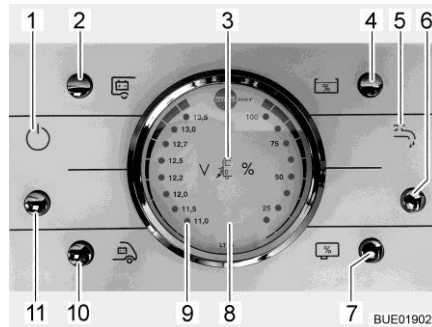

Bild 98 Panel LT 96
Knappen (Bild 98,11) kopplar till och från panelen och 12 V-försörjningen till bodelen.
Slå på: ■ Tryck på knappen (Bild 98,11): 12 V-försörjningen för bodelen är påslagen. Kontrollampan (Bild 98,1) lyser.
Slå från: ■ Tryck på knappen (Bild 98,11): 12 V-försörjningen för bodelen är avstängd. Kontrollampan (Bild 98,1) slocknar.
På instrument V/Tank (Bild 98,8) beakta vänstra skalan. Instrumentet belyses automatiskt, så snart en knapp trycks.
- Tryck på knappen (Bild 98,10): Startbatteriets spänning visas.
- Tryck på knappen (Bild 98,2): Bodelsbatteriets spänning visas.
På instrumentet V/tank kan vattennivån och avloppsvattennivån avläsas. På instrument V/Tank (Bild 98,8) beakta den högra skalan. Instrumentet belyses automatiskt, så snart en knapp trycks.
- Tryck på knappen (Bild 98,4): Vattenvolymen visas.
- Tryck på knappen (Bild 98,7): Avloppsvattenvolymen visas.
- Tryck på knappen (Bild 98,6): Vattenförsörjningen är aktiverad. Kontrollampa vattenpump (Bild 98,5) tänds.
- Tryck på knappen (Bild 98,6): Vattenförsörjningen är avstängd. Kontrollampa vattenpump (Bild 98,5) släcks.
Den röda varningslampan "ALARM" (Bild 98,9) blinkar så snart spänningen i bodelsbatteri har sjunkit till under 11 V (mätning under pågående drift) och risk för djupurladdning föreligger.
Kontrollampan 12 V (Bild 98,1) lyser då huvudbrytaren 12 V (Bild 98,11) är inkopplad.
230 V-kontrollampan (Bild 98,3) lyser när nätspänningen ligger på el-blockets ingång.